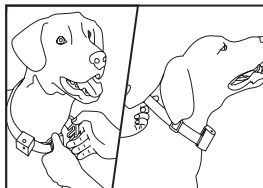

Abb. 6
- » Lassen Sie unter dem Halsband immer eine fingerbreite Platz (Abb. 6).